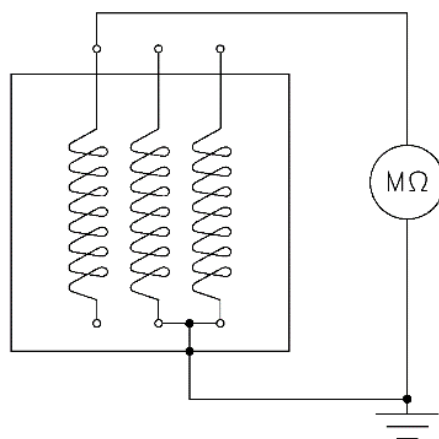

Figura 5-1
- **Estátor principal:** la medida de la resistencia de aislamiento se realizará teniendo cuidado de desenchufar las conexiones que van a los dispositivos de regulación (regulador de tensión y otros dispositivos) o a otros posibles dispositivos del grupo. La medida se efectuará entre una fase y masa con las dos restantes también conectadas a tierra junto con los auxiliares (operación a repetir en las tres fases). Véase Figura 5-1 Medición de la resistencia de aislamiento en el enrollamiento del estátor.